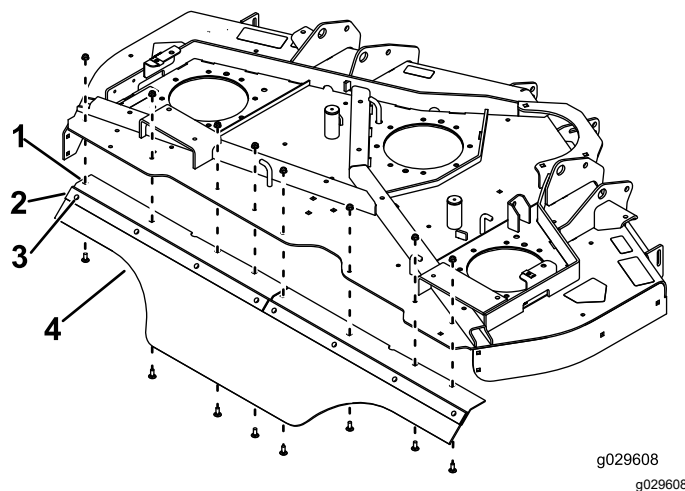

Figura 4
5. Monte os ângulos traseiros com os defletores na plataforma traseira. Utilize oito parafusos de carroçaria (5/16 pol. x 7/8 polegada) e oito porcas (5/16 polegada), tal como se ilustra na Figura 4.